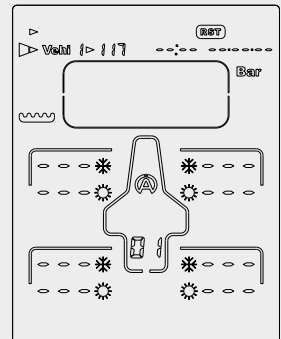

Figura 16
- 4) Premere il tasto centrale  1 secondo circa, per cancellare tutti i dati del veicolo 1 (figura 16)